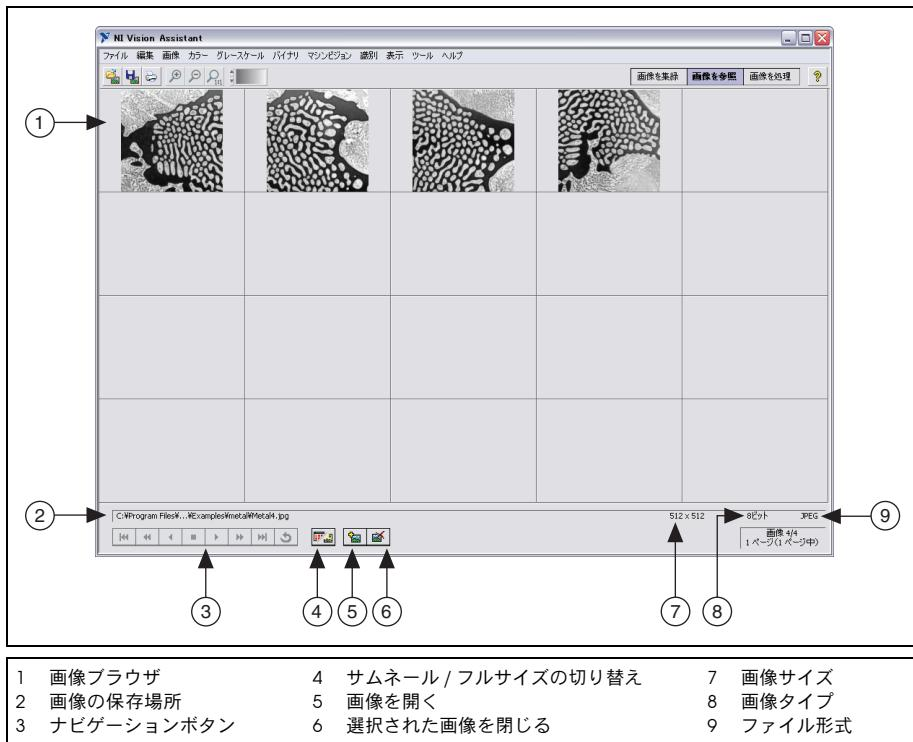

図 2-1. 画像ブラウザ
- **画像ブラウザ** — 現在 Vision Assistant にロードされている画像のすべてが含まれます。処理する画像は、画像ブラウザでダブルクリックして選択できます。画像ブラウザにロードされた画像を表示するには、図 2-1、画像ブラウザを参照してください。
Vision Assistant は、図 2-1 に示すように、画像ブラウザを開いた画像ファイルをロードします。画像ブラウザには、選択した画像の画像のサイズ、保存場所、タイプなどの情報が表示されます。
新しい画像をサムネール表示（図 2-1 参照）またはフルサイズ表示（選択された画像 1 つを最大で表示）することができます。